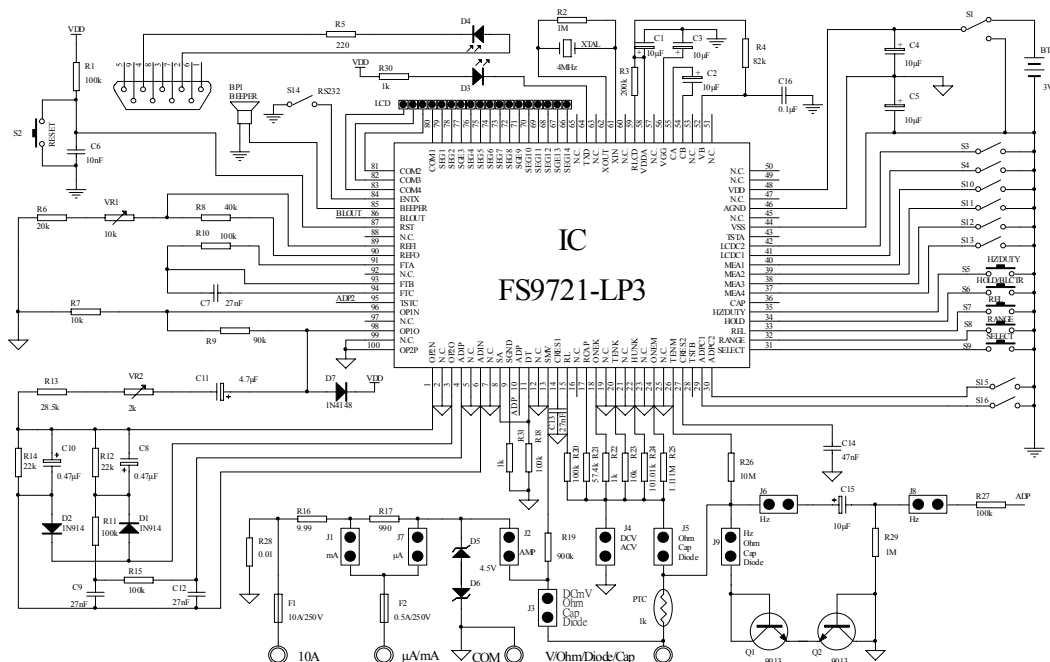
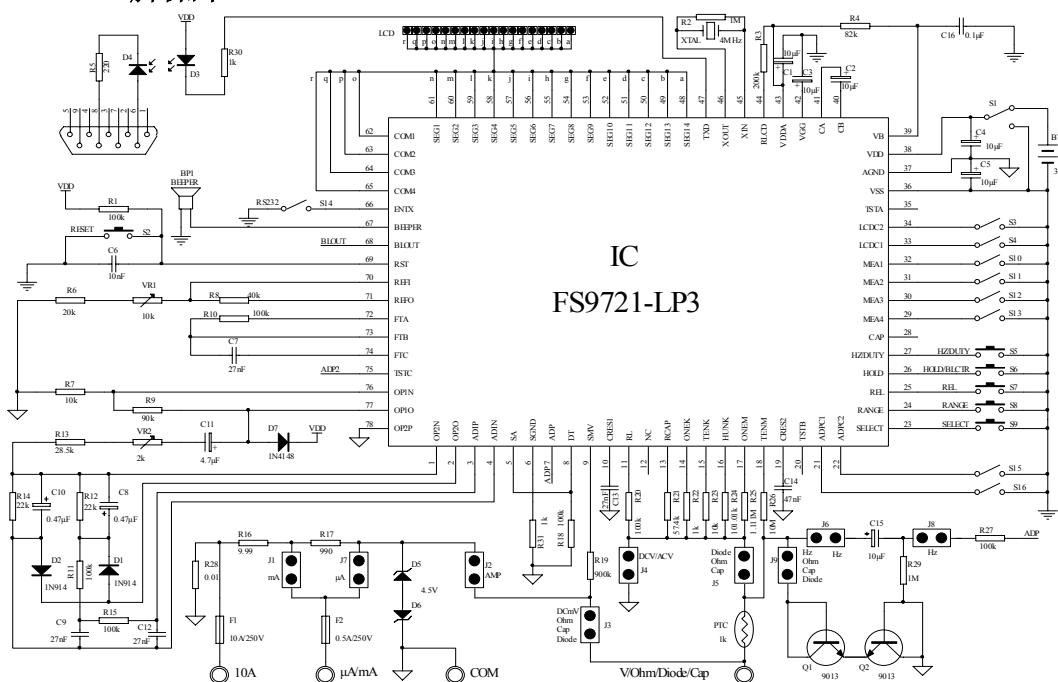

图3 100 PIN 通用电路总图
图4 78 PIN 通用电路总图
注：①Jump栏中JX表示在图3和4图通用线路总图上该测量功能的JX是接通的。
②在Auto模式下，ACV档位按RANGE键才能选择到ACmV量程。
③TSTB=1, 电流档以400mV/4V输入;TSTB=0, 电流档以40mV/400mV输入。详见“13.12 电流测量”说明。
④此档位是以ADP路径输入测量 Hz/Duty。
⑤ADP可输入400.0mV/40.00mV，自动跳档，分别显示4000，400.0。
⑥在“1101”编码下，当CAP=1按SELECT是Ω/Diode/Continuity切换；当CAP=0按SELECT是Ω/Diode/Continuity/ Cap. 切换。
13.2 FS9721_LP3(图 3、图 4) 组件表